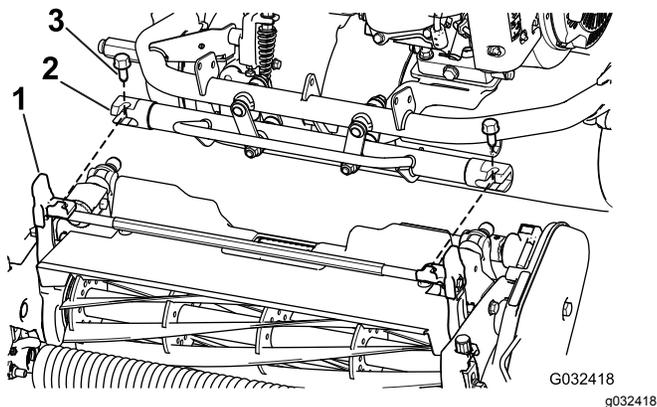

Figura 7
4. Manovrate il telaio della macchina in avanti, finché non entra a contatto con i bracci orientabili dell'apparato di taglio Figura 7.
5. Fissate il telaio della macchina ai bracci orientabili dell'apparato di taglio con i 2 bulloni (3/8 x 3/4 poll.) (Figura 7).